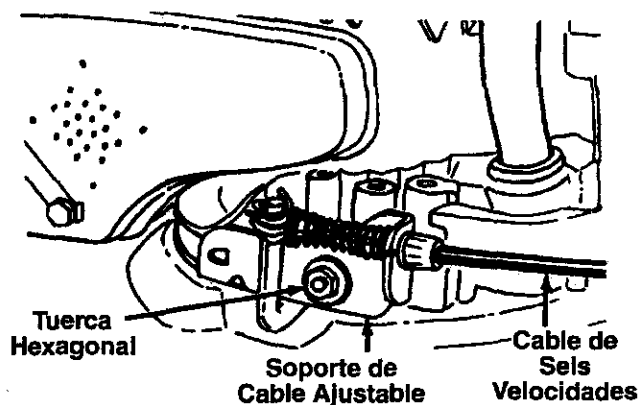

FIGURA 13.
- Suelte la tuerca que fija el soporte del cable ajustable que se encuentra en el lado izquierdo del motor. Vea la figura 13.
- Coloque la palanca de cambio en la posición de alta velocidad (6).